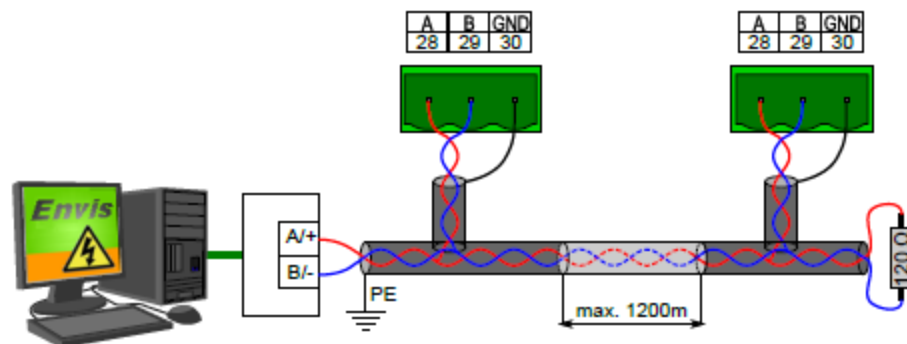

Рисунок 7: Підключення ліній зв'язку шини RS-485 приладів SMY 133.
**Друга лінія RS-485 (опційно)** - зв'язку RS-485 служить для підключення зовнішніх модулів входу / виходу або віддаленої панелі управління. Дана лінія використовує клеми А +, В- і клему для екрану G2 блоку COM2 (рисунок7). На кінцях лінії необхідно підключити рекомендовані резистори.
**Порт M-Bus (опційно)** служить для підключення приладу до шини збору даних від віддалених приладів обліку. Порт виведений на клеми M1, M2 дивись рисунок 7 праворуч. Полярність підключення до шини довільна.